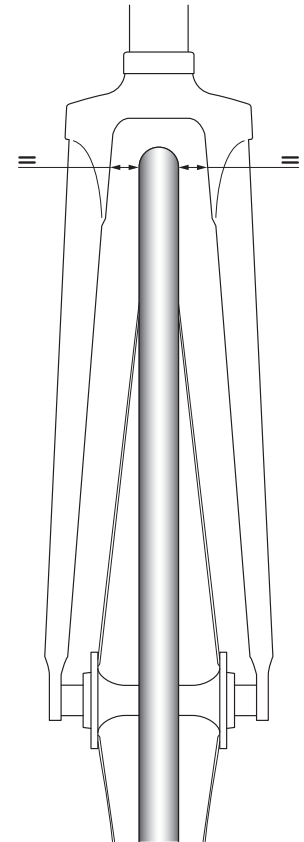

Abb. 19
- Prüfen Sie, ob das Laufrad richtig zu den Kettenstreben des Rahmens bzw. zur Gabel zentriert ist (Abb. 19).